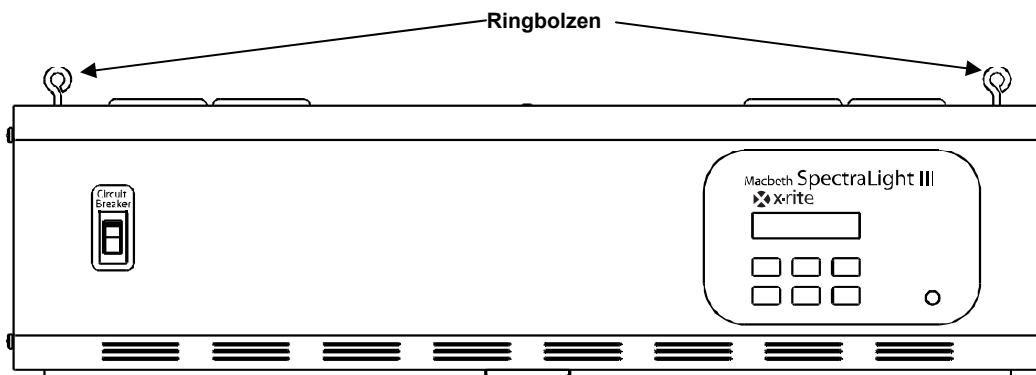

Abbildung 9. Deckenleuchte
2. Entnehmen Sie die Ringbolzen (vier bei der Einfachdeckenleuchte und acht bei der Doppeldeckenleuchte) aus der Zubehöropackung, und schrauben Sie diese in die eingeschweißten Muttern auf der Gehäuseoberseite. Siehe auch Abbildung 9.